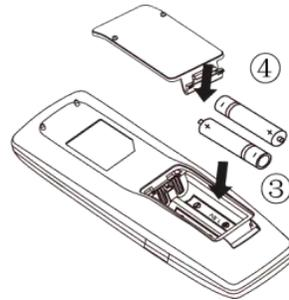

Fig.2
(3) Coloque dos baterías secas de 7 # (AAA 1.5V), y asegúrese de que la posición de "+" polar y "-" polar sea la correcta (como se muestra en la Fig. 2③).